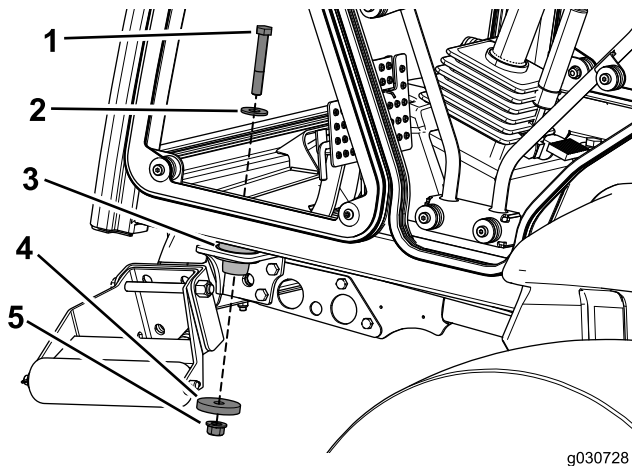

Figura 28
6. Utilizzate un bullone (1/2 x 3-1/4 poll.), una rondella (1-3/8 poll.), una rondella (2-1/4 poll.) e un dado di bloccaggio (1/2 poll.) per fissare la cabina ai supporti anteriori della macchina (Figura 28).